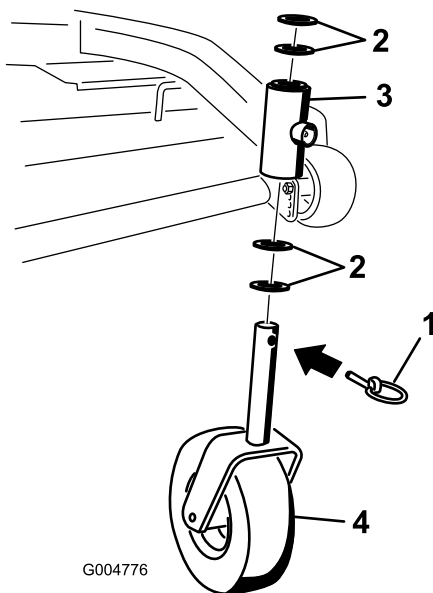

Figura 37
2. Togliete il perno di bloccaggio e il distanziale(i) dalla parte superiore della forcella della ruota orientabile (Figura 37).
6. Ispezionate la forcella della ruota orientabile per controllarne l'usura e all'occorrenza sostituirla (Figura 37).
7. Fate scorrere la forcella della ruota orientabile attraverso le boccole nel tubo di montaggio. Sostituite il distanziale(i) nella forcella e fissatelo con l'anello elastico (Figura 37).